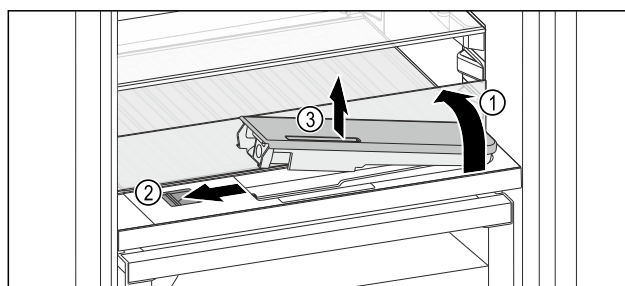

Fig. 122
- Skleněnou desku nadzvedněte a zaklapněte dozadu až na doraz Fig. 122 (1).
- Posuvník Fig. 122 (2) posuňte doleva.
- Vyměňte nádržku na vodu Fig. 122 (3).